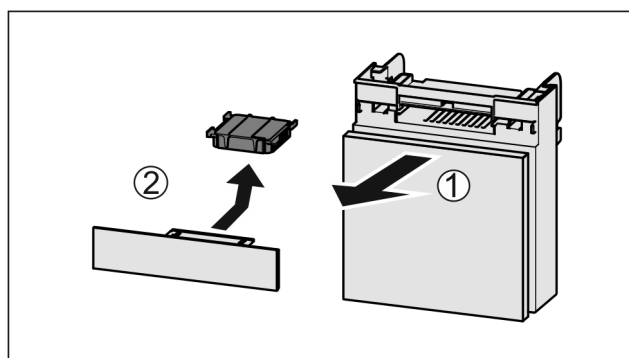

Fig. 65
- ▶ Издърпайте Fig. 65 (1) напред отделението.
- ▶ Извадете Fig. 65 (2) филтъра с активен въглен.